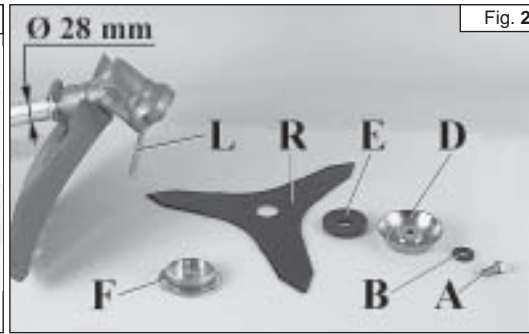

Fig. 2
УСТАНОВКА ФРЕЗЫ Мод. "S" (Рис. 2)
Отвертите болт (А) вращением по часовой стрелке; снимите шайбу (В), крышку (D) и нижний фланец (E). Установите фрезу (R) на верхний фланец (F), убедившись, что направление вращения фрезы правильное. Установите нижний фланец (E), крышку (D), шайбу (B) и затяните болт (А) вращением против часовой стрелки. Вставьте чеку в соответствующее отверстие (L) для фиксации фрезы и затяните болт (А, рис. 2А) с усилием **2,5 Kgm (25 Nm)**.